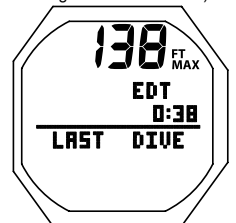

Fig. 125 - PANTALLA ALTERNATIVA 1 DEL MODO FREE EN SUPERFICIE (Datos de la última inmersión)
**PANTALLA ALTERNATIVA 1 DEL MODO FREE EN SUPERFICIE** - Ésta es la información mostrada (Fig. 125):